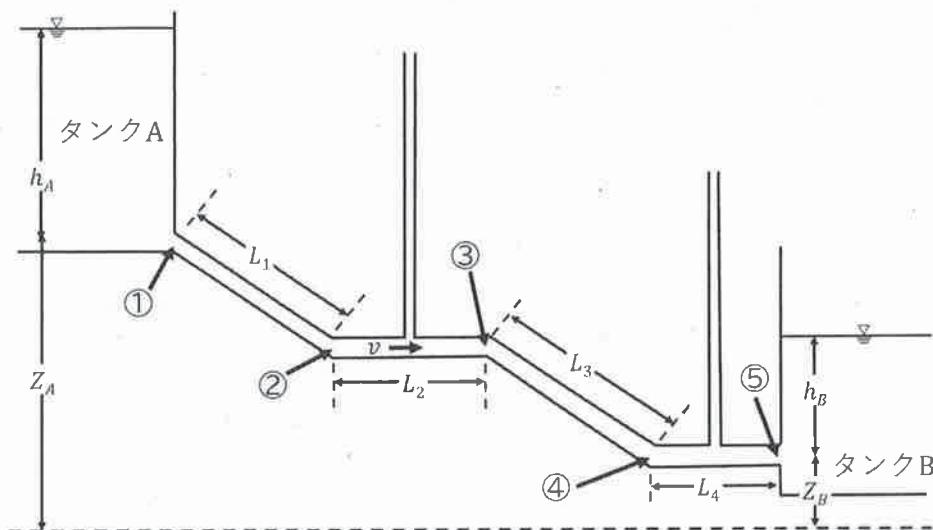

図4.1：タンクAとタンクBが繋がる単線管路
図4.1のとおり、タンクAとタンクBとが同一直径Dの円管で接続されており、途中に2本のマノメータが設置されている。タンクから円管へと接続する箇所①の損失係数は f_e 、屈折箇所②③④の損失係数はいずれも f_b 、円管からタンクへと接続している箇所⑤の損失係数は f_o 、円管の部材に伴う摩擦損失係数は f_f 、円管内を流れる流体の断面平均流速は v 、重力加速度は g とした場合、次の問い合わせに答えよ。
- (1) タンクから円管へと接続する箇所①、屈折箇所②および③での損失水頭をそれぞれ示せ。
- (2) タンクA～B間における全ての損失水頭を H とおいた場合、 H を問題文および図4.1で示した文字のみで表現せよ。
- (3) 円管内を流れる流体の断面平均流速 v を、問題文および図4.1で示した文字のみで表現せよ。